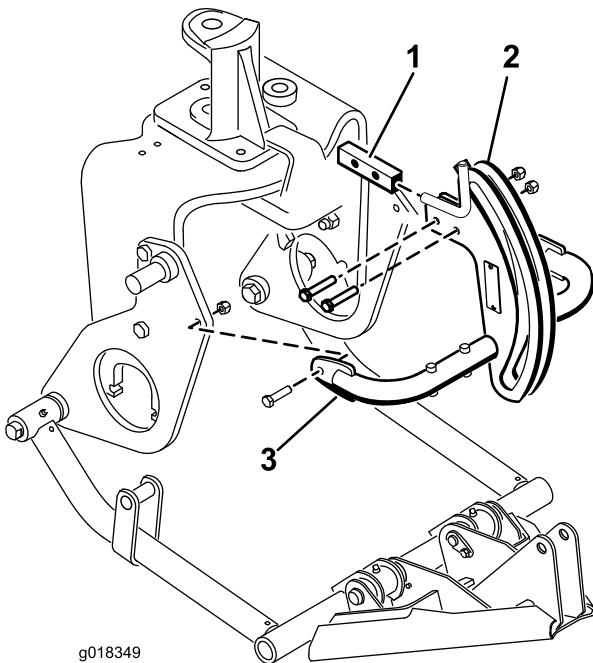

Figura 9
6. Montare il telaio dell'attacco di traino sulla rispettiva staffa con 2 bulloni (3/8 x 2 pollici) e dadi (Figura 9).
7. Montare i tubi del telaio dell'attacco di traino sulle piastre dell'aratro con bulloni (3/8 x 1-1/2 pollici) e dadi (Figura 9). Serrare i dispositivi di fissaggio.